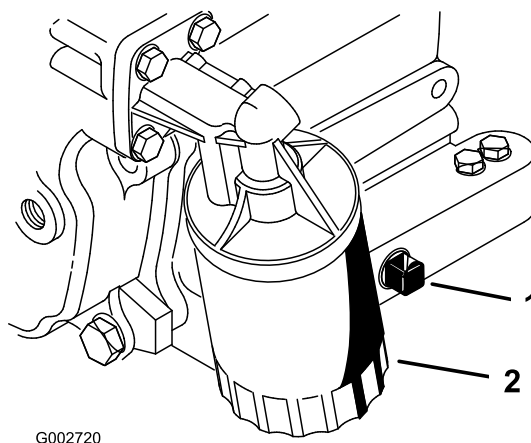

Figure 26
2. Retirez le bouchon de vidange (Figure 26) et laissez couler l'huile dans un bac de vidange. Remettez le bouchon quand la vidange est terminée.
3. Déposez le filtre à huile (Figure 26). Appliquez une fine couche d'huile sur le joint du filtre de rechange.